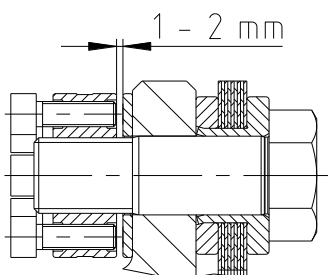

Bild 30
- Die Druckschrauben in der Spannmutter dürfen auf der Druckseite nicht vorstehen (siehe Bild 30).
- Danach die Spannmutter zurückdrehen bis ein Spalt von 1 - 2 mm vorhanden ist (siehe Bild 30).